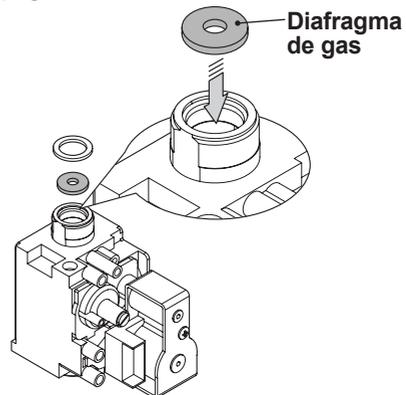

Figura 8.2
- Realice el cambio del tipo de gas sustituyendo correctamente el diafragma de gas (Figura 8.2), consultando la sección "Datos técnicos M270V.2025 SM" en la pág. 22.